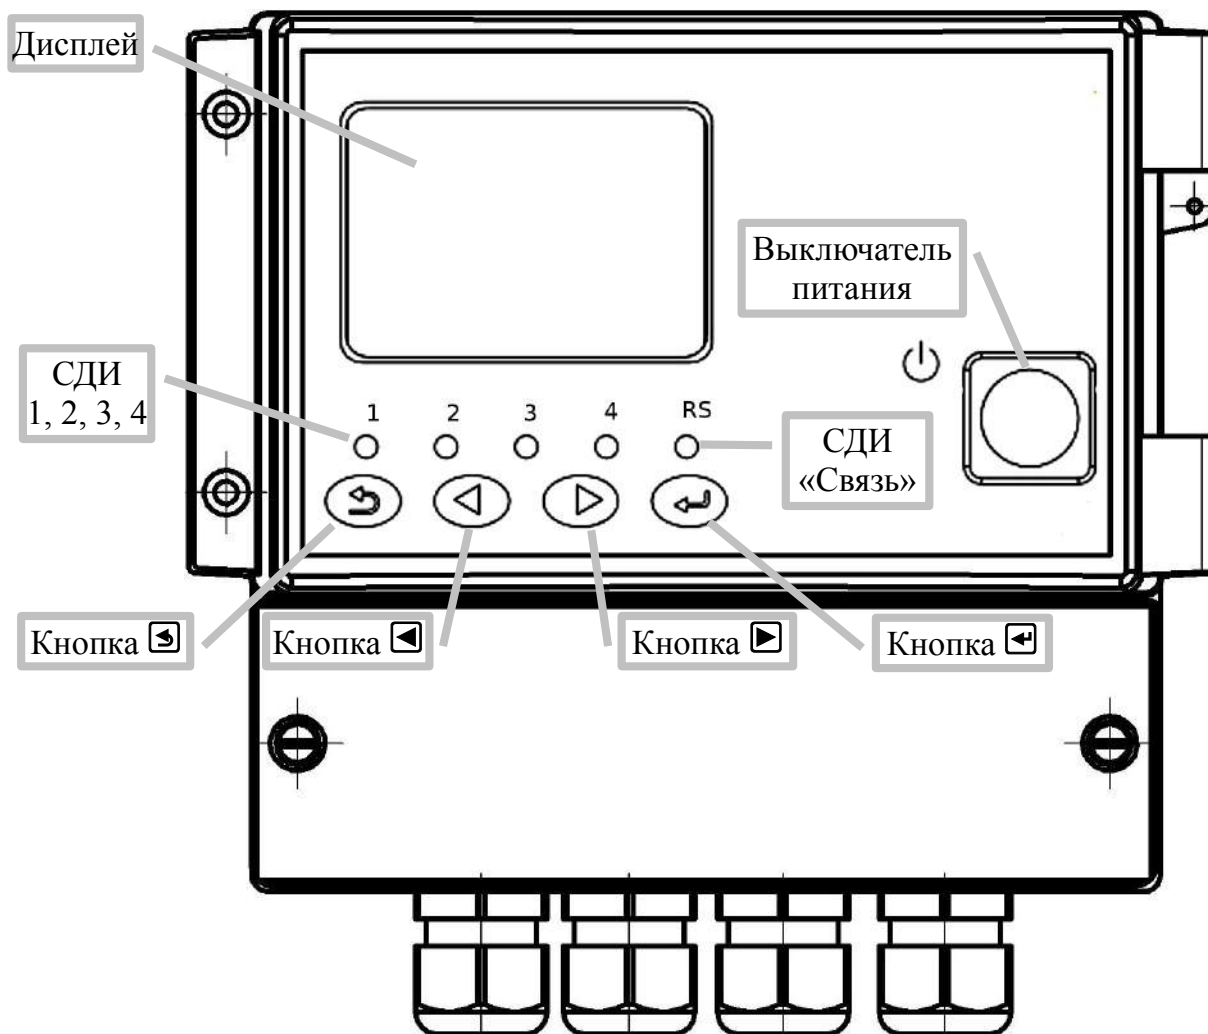

Рисунок 1 – Вид со стороны передней панели измерительного преобразователя
1.4.1.5 На передней панели рН-метра расположены следующие элементы (смотри Рисунок 1):
- светодиодный двухцветный единичный индикатор работы интерфейса (RS);
- светодиодные единичные индикаторы красного цвета для световой сигнализации включения реле сигнализации (1), ошибки (2), очистки (3);